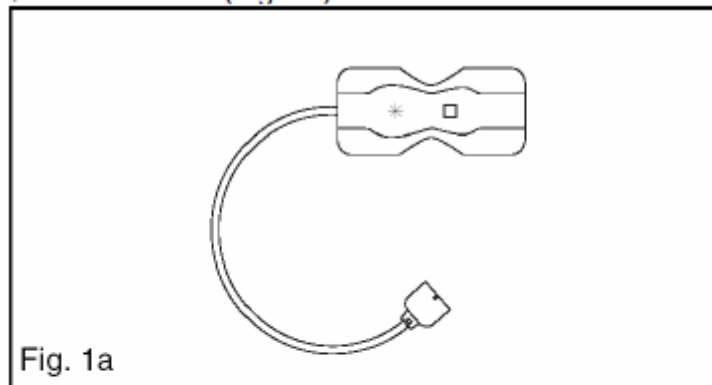

Fig. 1a
2. Oriente o sensor de modo a que o detector seja colocado em primeiro lugar (Fig. 1a). Pressione o detector contra a parte carnuda do dedo próximo da ponta do dedo. Pressione nas extremidades adesivas em "T" do sensor, contra o dedo (Fig. 1b).